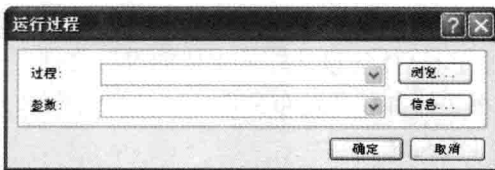
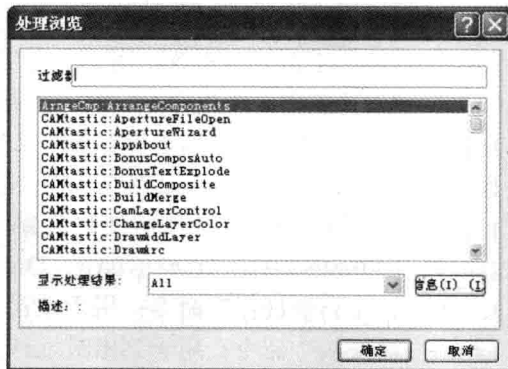

图 1-8 “运行过程”对话框
图 1-9 “处理浏览”对话框
(13) “运行进程”命令：提供了以命令行方式启动某个进程的功能，可以启动系统提供的任何进程。单击该命令弹出如图 1-8 所示的“运行过程”对话框，单击其中的“浏览”按钮弹出“处理浏览”对话框，如图 1-9 所示。